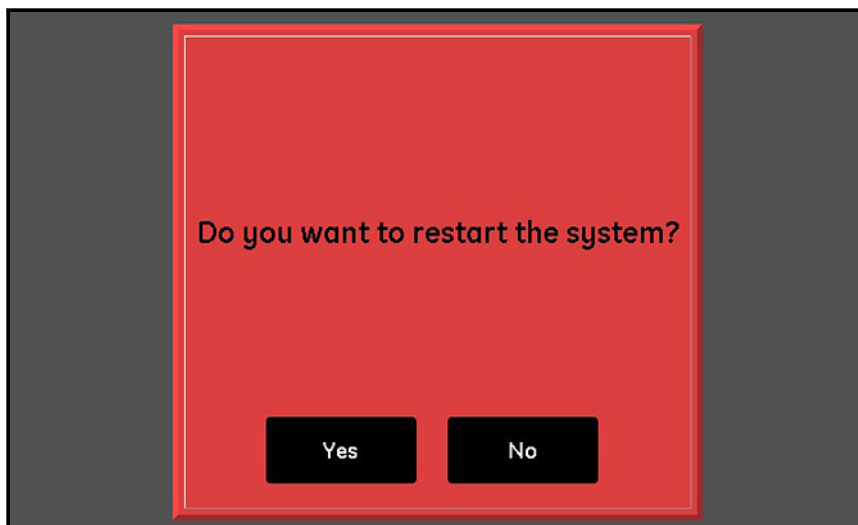

Figure 30: Écran de confirmation du redémarrage
3. À l'écran de confirmation illustré à la *Figure 30* ci-dessous, touchez **Oui** pour redémarrer l'appareil ou **Non** pour annuler la demande.
Pour redémarrer le système moisture.IQ, touchez **Redémarrer**. Touchez ensuite **Oui** ou **Non** sur l'écran de confirmation semblable à celui illustré à la *Figure 30* on page 34.